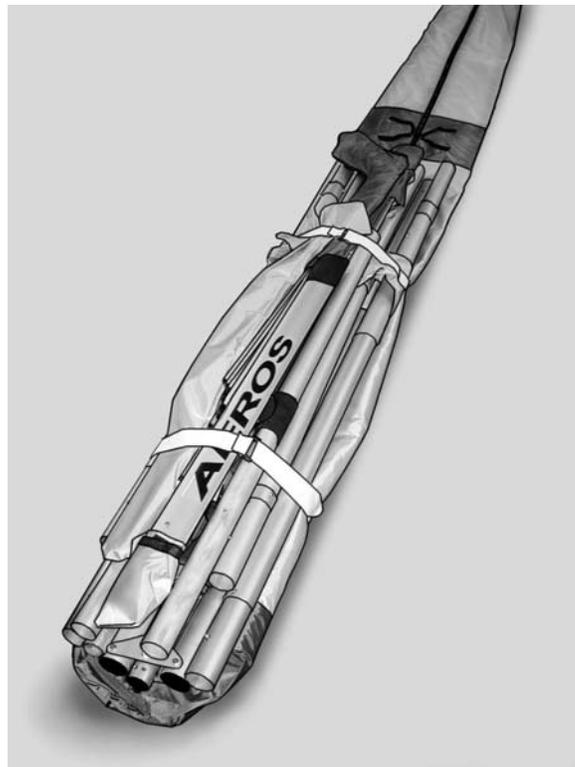

Рисунок 36
1. Положите упакованный дельтаплан на ровную и чистую рабочую поверхность. Снимите 2-метровый чехол. Разверните 6-метровый чехол с обшивкой на всю его длину и снимите с него пакет с каркасом. (Рис. 36).